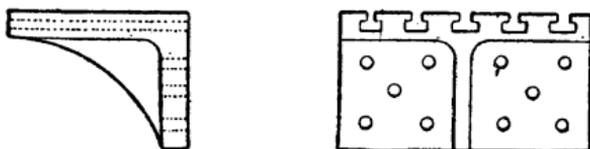

Fig. 201.
**ÉQUERRE EN FONTE OU EN FER. (fig. 201).** — Ces équerres servent au montage de pièces sur le